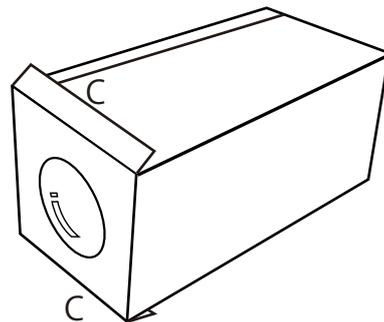

図4-3 のりしろCを箱の外側に貼り付ける
10) 「のりしろ」Cを箱の外側に貼り付けます (図4-3)。